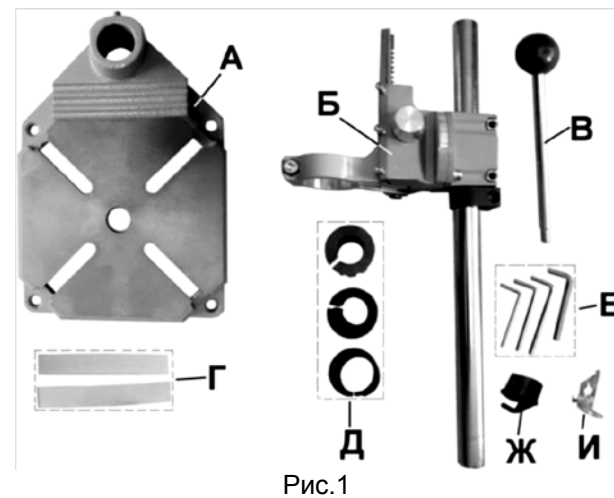

Рис.1
В комплект поставки входит (Рис. 1):
- 5.2. Установите дрель в предназначенный для этой цели хомут каретки (6) и закрепите ее фиксирующим винтом (5). При необходимости используйте переходные втулки (7) и пластины (Г), или их комбинации, рис.1